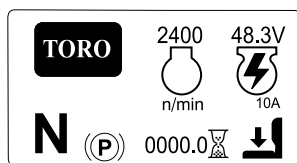

Figura 20
- **Ecran cu informații principale (Figura 20):** afiează informațiile curente ale mainii în timp ce cheia se află în poziția PORNIT.